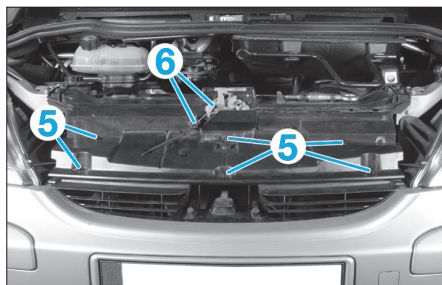

Fig. 18
- Déposer les clips de fixation du cache supérieur (5) et désaccoupler le câble de commande d'ouverture de capot (6) (Fig.18).